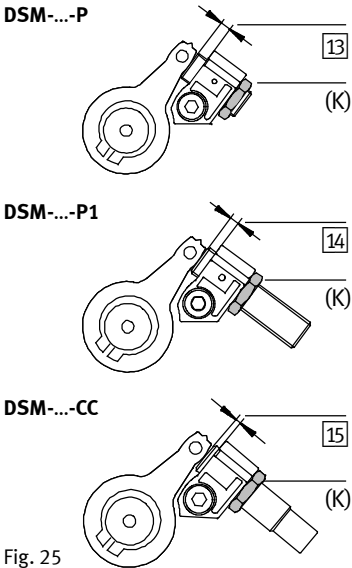

Fig. 25
2. Отвинтите контргайки (K) (Fig. 25) амортизатора.